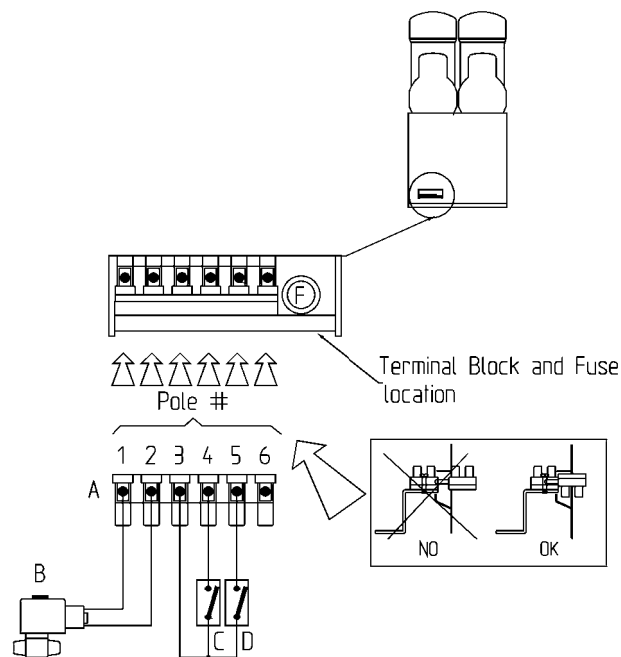

figura 19
2 - En la parte baja del panel posterior esta situado un conector de 6 polos. Esta permite la conexión eléctrica de algunos accesorios como por ejemplo una electroválvula de seguridad para el agua de entrada o una serie de sensores de fin del producto (ver figura 19).
- 3 - La electroválvula de seguridad tiene como fin interrumpir el flujo del agua proveniente de la red hidráulica (si esta en el sistema de alimentación) cada vez que el sistema de recarga automática viene desactivado. Los sensores de fin de producto (uno por contenedor) desactivan el sistema de recarga automática y activan alarmas acústicas y visuales cada vez que la bebida de cada contenedor se acaba. La electroválvula de seguridad del agua, si esta montada, debe estar conectada eléctricamente a los polos #1 y #2 del conector (ver figura 19).
Una señal visual situada en la tapa posterior (alarma visual), y un avisador automático colocado en el interior de la tapa posterior (alarma acústica) advierten que el producto se ha acabado. Estos dispositivos funcionan solo si un sensor de fin de producto ha sido instalado y conectado al conector (ver figura 19).